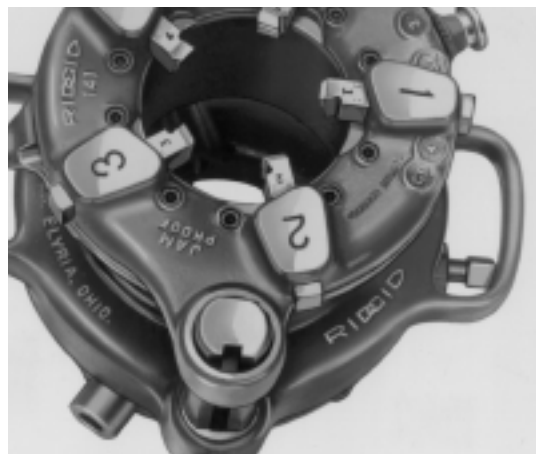

Figure 17 – Installation du mandrin à raccords
4. Sélectionnez l'adaptateur de raccord approprié, puis vissez-le dans le mandrin à raccords (Figure 17). Serrez avec la clé fournie avec le mandrin à raccords.